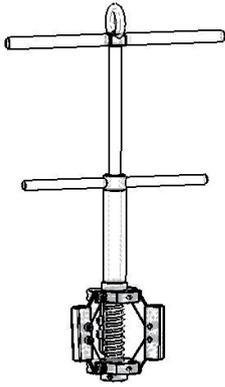

Imagen 22: Herramienta de elevación del estátor
Para sacar el estátor viejo del alojamiento del motor, también puede usarse una herramienta de extracción del estátor. En la sección 11, encontrará los N° de artículo. (Imagen 22)
8.2 Montaje del estátor (Imagen 22, 23)
J 205, J 405 (Imagen 22, 23): Bloquee el nuevo estátor y asegúrese de que queda en su posición correcta hasta que haga tope dentro del alojamiento del motor. Proteja el aislamiento del estátor frente a daños y doble los cables del estátor juntos en dos grupos y póngalos en una posición en la que se puedan sacar fácilmente a través de los orificios/aberturas del alojamiento del motor cuando se monte el estátor. Evite que los cables entren en contacto con el alojamiento caliente del motor durante el ensamblaje. Asegúrese de que el alojamiento del motor está asegurado con la grúa y que se puede bajar por completo sobre el estátor.
Para volver a colocar el nuevo estátor en el alojamiento del motor, también puede usarse una herramienta de extracción del estátor. En la sección 11, encontrará los N° de artículo. (Imagen 22)
J 604 (Imagen 22, 24, 25): Bloquee la alojamiento estátor y asegúrese de que el nuevo estator se puede bajar por completo en la alojamiento estátor. Proteja el aislamiento del estátor frente a daños y doble los cables del estátor juntos en dos grupos y
Una herramienta de elevación del estator se utiliza para levantar el nuevo estator en la alojamiento estátor. En la sección 11, encontrará los N° de artículo. (Imagen 22)